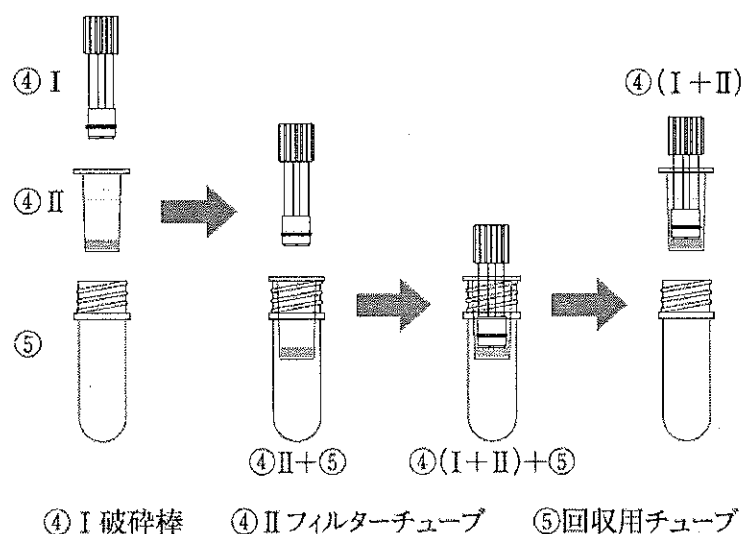

図 1. バイオマッシャー®
| ④ バイオマッシャー®【図1】Ⅰ 破碎棒 | 186 個 |